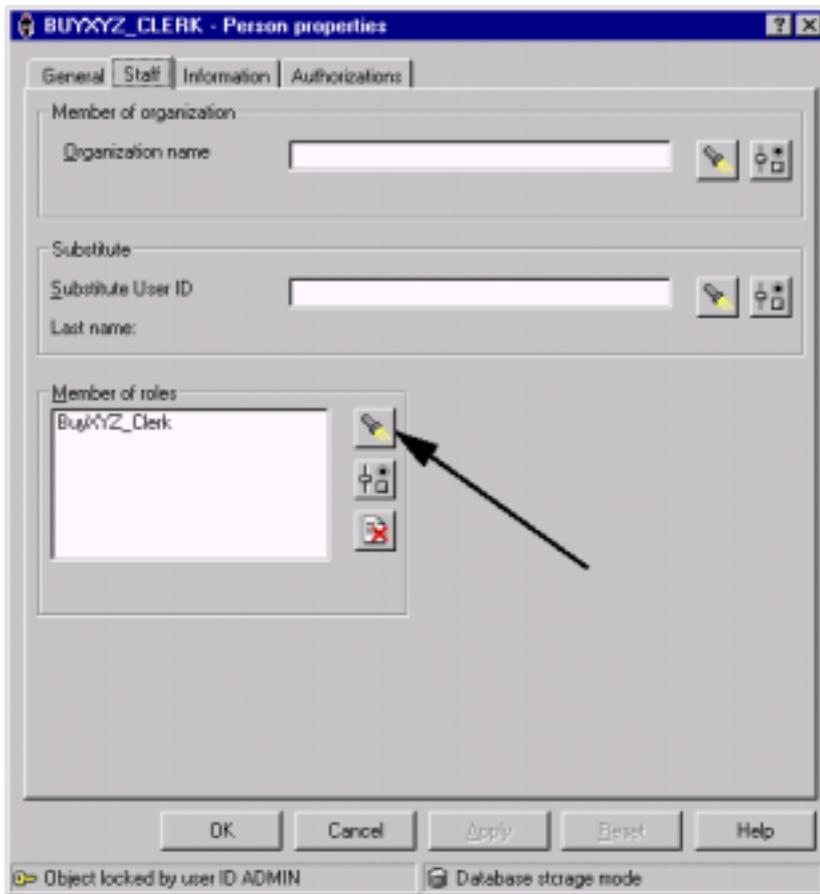

图9-4 人称属性中的职员标签
6. 单击“Member of roles”边框中的手电筒图标（箭头所指），如图 9-4 所示，将出现“Find Role”窗口。
7. 选择 BuyXYZ\_Clerk，结果如图 9-4 所示。